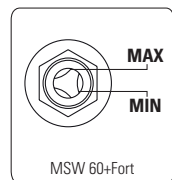

FIGURA 9.7
1. Verifique el nivel de aceite (Figura 9.7) (Para compresores lubricados).